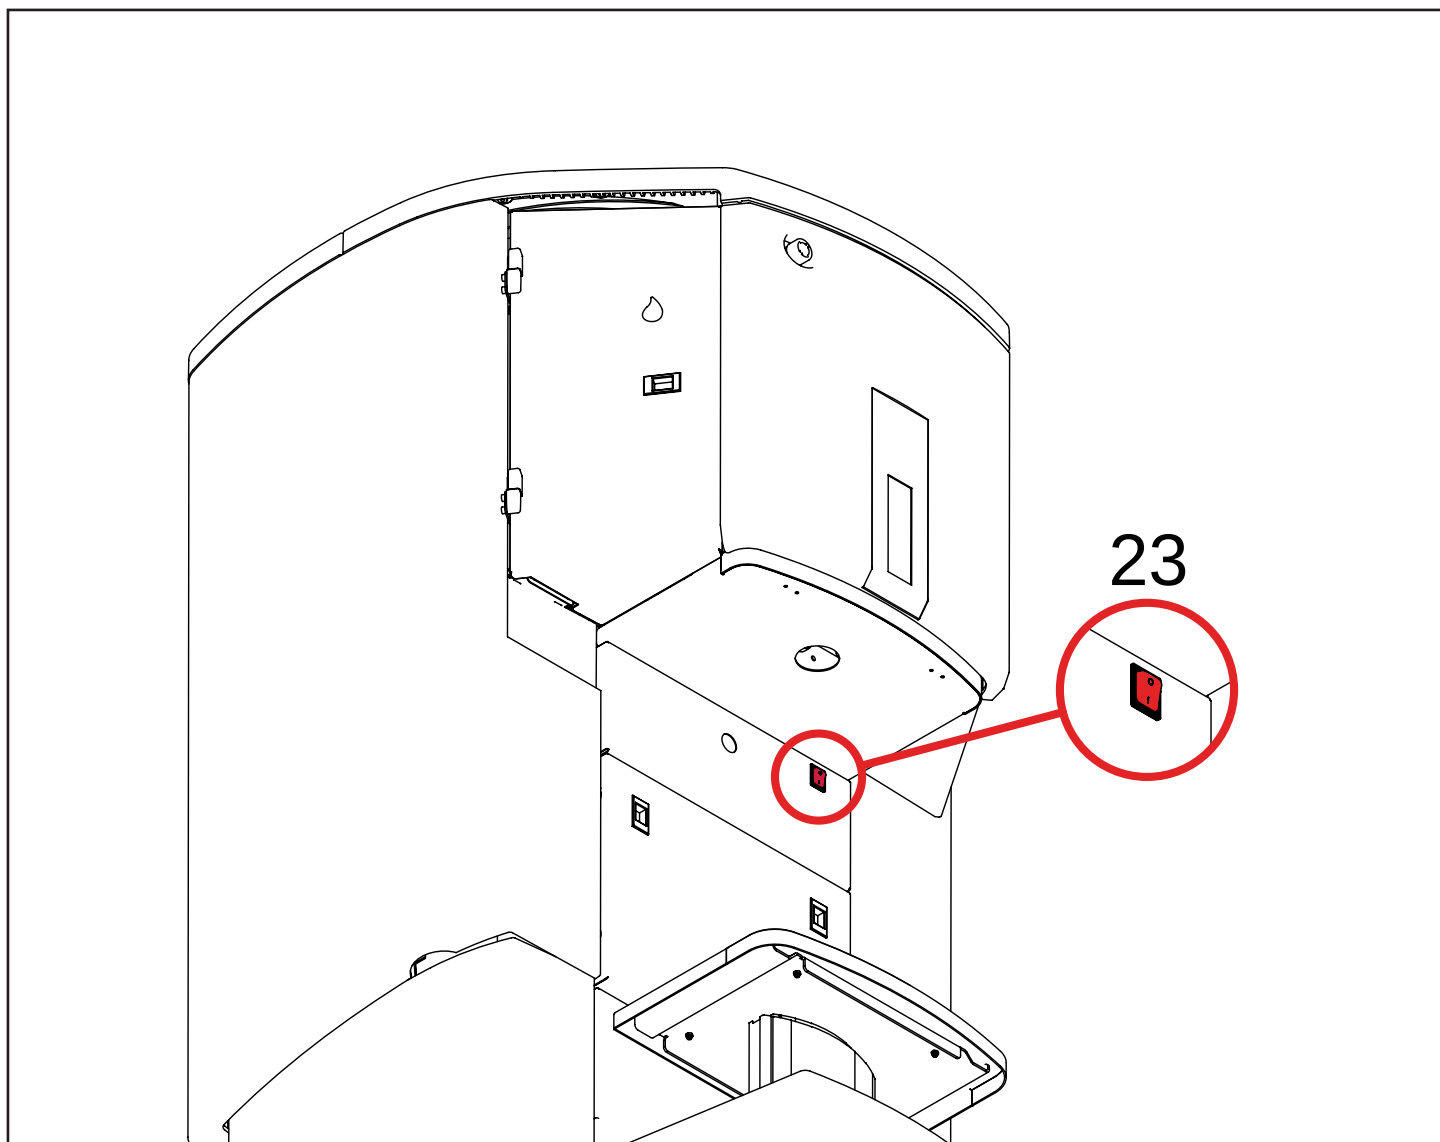

imagen 3-4
- Apague sólo el ordenador y el equipo accesorio: desconecte el ordenador y el tomacorriente fijo n.º 22. Para tal fin, también puede desconectarse el interruptor del ordenador, si lo hubiera. Véase: resumen del dispensador n.º 23 ((imagen 3-4) para dicho propósito.